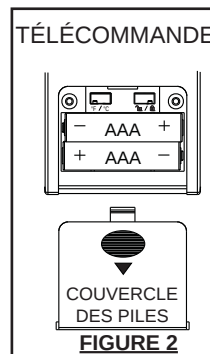

FIGURE 2
2.1 Place 2 "AAA" batteries into the battery compartment of the transmitter. **FIGURE 2**
2.1 Installez 2 piles « AAA » dans le compartiment à piles de la télécommande **FIGURE 2**.